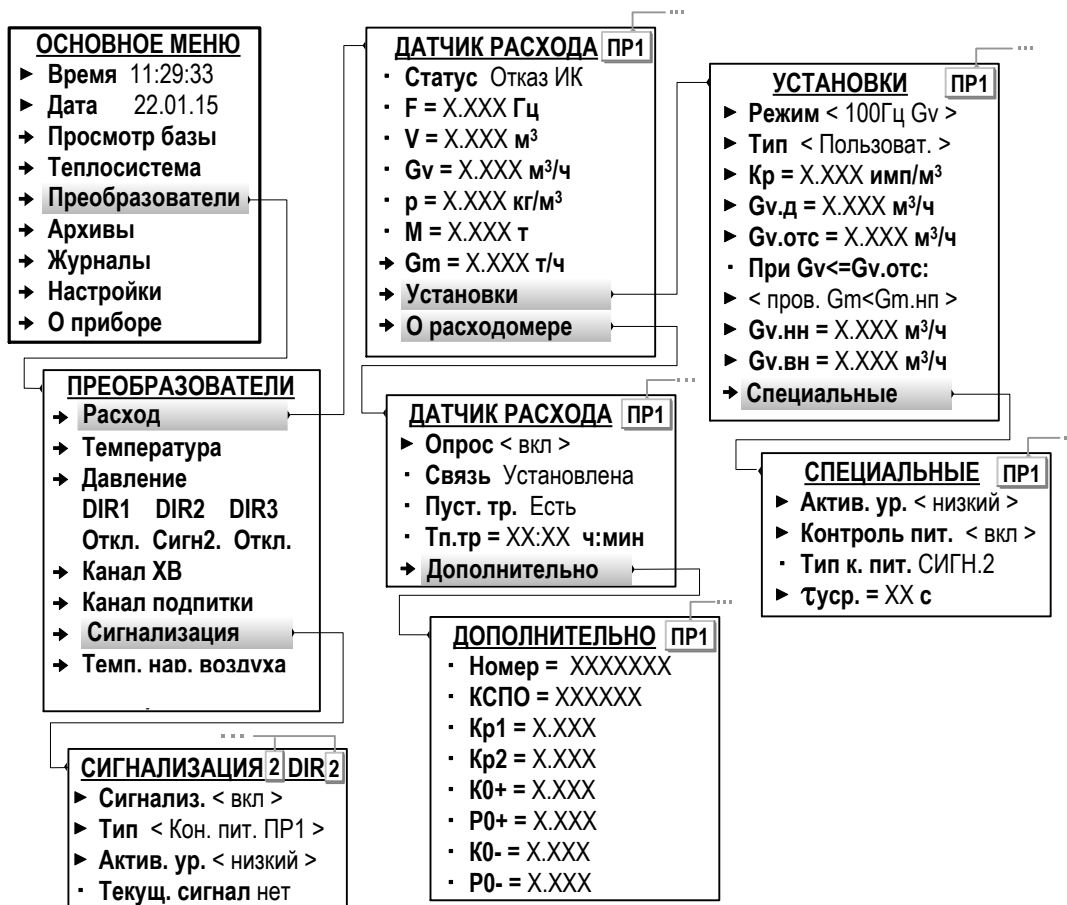

Рис.24. Вид меню установочных параметров ПР (режим СЕРВИС).
Отсутствие сигнала соответствующего уровня от ПР в течение **τпров** определяются как **Отказ ИК** (Отказ измерительного канала – меню **Преобразователи / Расход** параметр **Статус**, рис.24).
Контроль питания расходомера также может быть назначен в меню **Преобразователи / Сигнализация** (рис.24). В этом случае в меню **Преобразователи / Расход / Установки / Специальные** будет индицироваться строка **Тип к. пит. СИГН.1(2,3)**.
7.5.2.4. Для ПР, физически подключенных к входу «RS485.ПРИБОР» и программно подключенных к ТВ по интерфейсу RS-485 (п.7.3.4.3) в меню **О расходомере** (рис.24) появляются дополнительные строки: